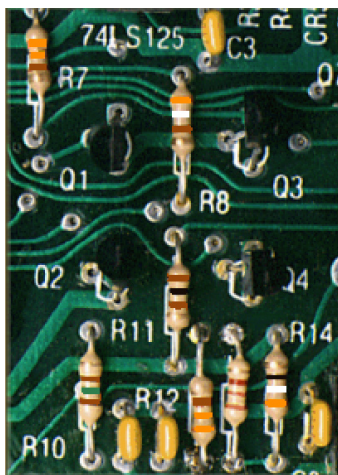

Рис. 12. Упражнения по практике применения цветových кодов
18. Выполнить упражнения по практике применения цветových кодов (рис. 12). В поле ввода ввести числовое значение указанного резистора.